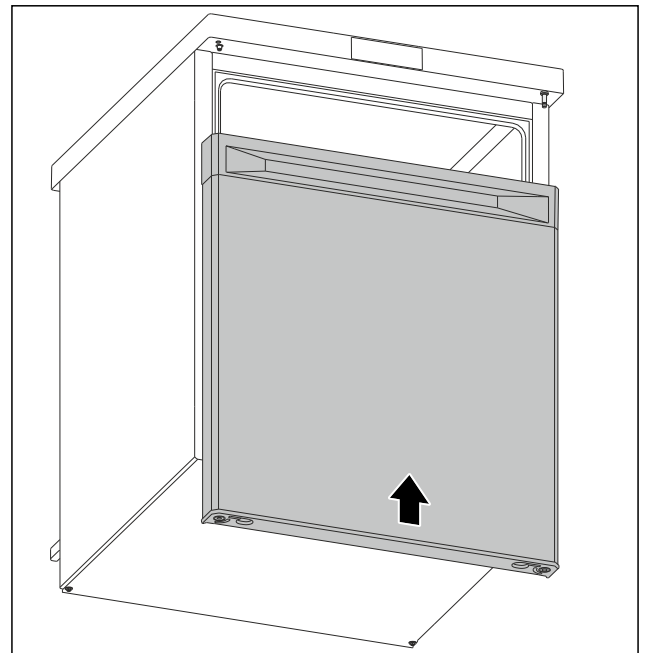

Fig. 22
- ▶ Tür im geschlossenen Zustand auf oberen Bolzen schieben. (siehe Fig. 22)